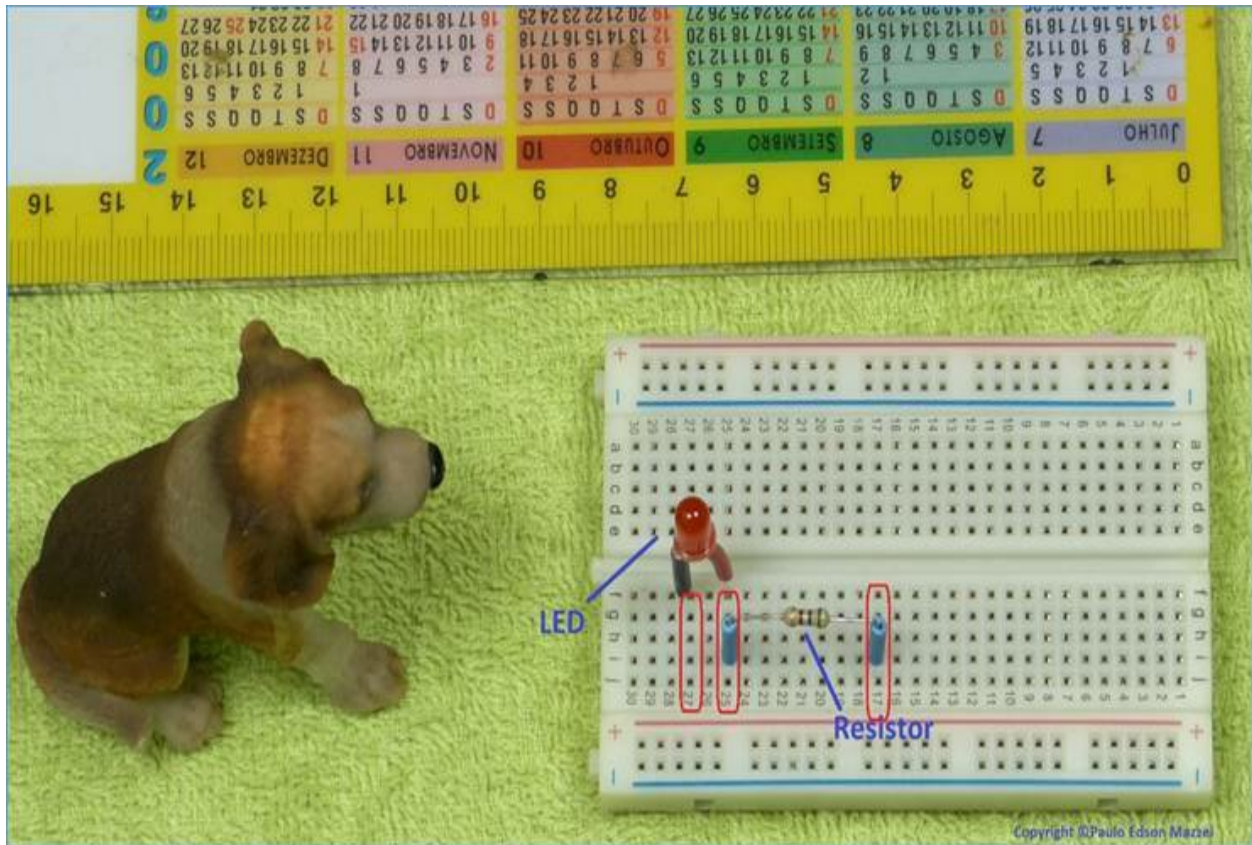

Figura 66 - Montagem do LED e do resistor na PB. O Beagle é um mero observador...
- f.** Monte o resistor e LED na **PB**, como mostrado na **figura 66**. Observe que os contatos da PB, (filas números 17, 25 e 27), estão interligados no sentido vertical. Desta maneira, o terminal positivo do LED (vermelho) está conectado a um dos terminais do resistor de 560Ω , na fileira de contatos número 25.